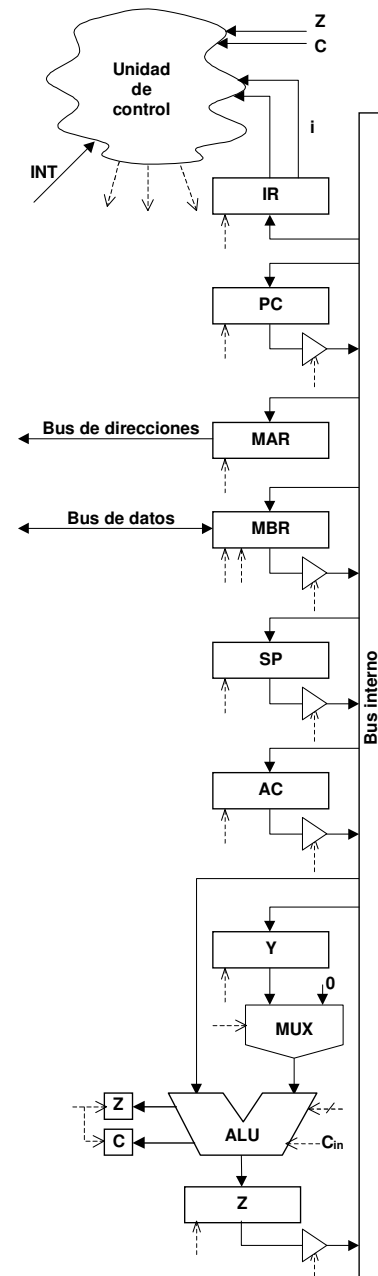

Figura 11. Camino de datos del problema 19.
19. La Figura 11 muestra el camino de datos de un procesador cuya unidad de control hemos de diseñar. El repertorio de instrucciones incluye entre otras: cargar AC desde memoria, almacenar AC en memoria, saltar incondicionalmente, saltar si acarreo, saltar si cero, mover AC a Y, efectuar operaciones aritmético lógicas, etc. El tamaño de cada instrucción es de una palabra de memoria. Cada instrucción que opera con una dirección de memoria puede tener direccionamiento directo o absoluto a memoria (bit i=0) o indirecto a través de memoria (bit i=1). Las instrucciones que no operan con memoria siempre tienen el bit i=0.